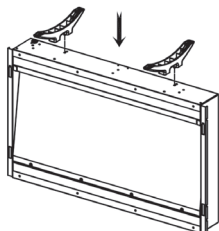

Figure 8
- Insérez les deux pieds en plastique dans les trous appropriés sur la face inférieure du boîtier de la cheminée (voir figure 8).